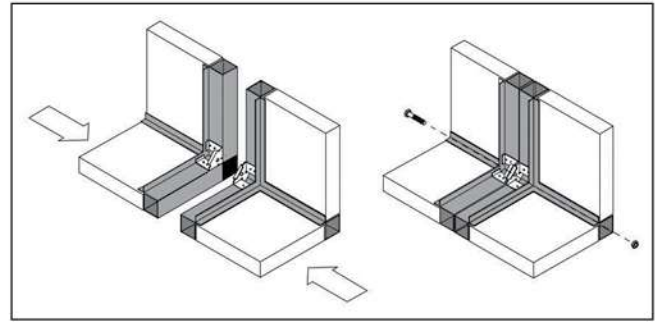

Figura 5.
- En el interior del equipo, en las esquinas interiores y en los puntos medios, se han dispuesto unas piezas de unión (ver Figura 5). Estas piezas son para que los módulos permanezcan unidos y enrasados unos con otros.